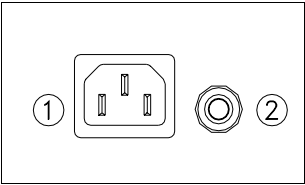
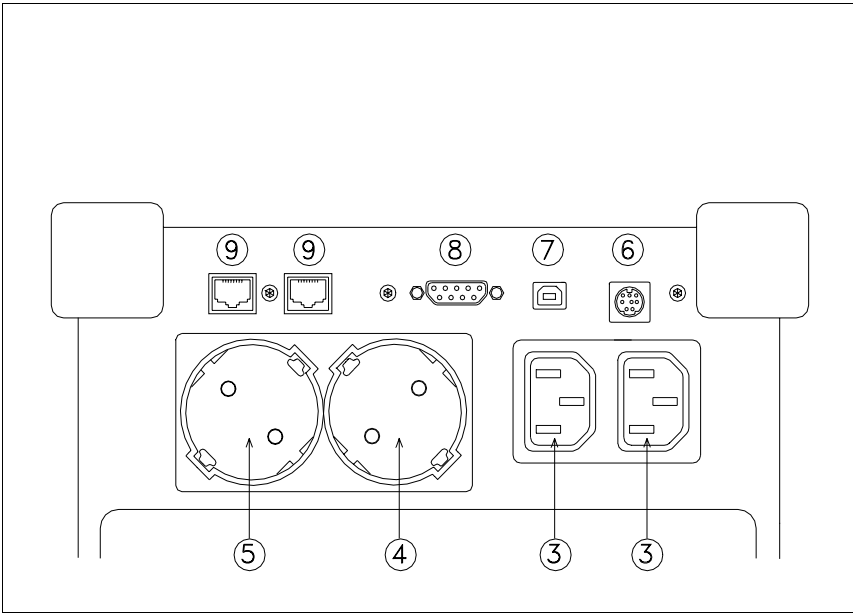

Figura 1
Figura 2
- Collegare il comando remoto all'apposito connettore (vedi figura 2, numero 6).
- Tramite il cavo in dotazione collegare LEONARDO ad una presa di alimentazione elettrica, **che deve avere obbligatoriamente una connessione a terra secondo le norme vigenti**. Verificare il collegamento a terra della presa e accertarsi della presenza della tensione di rete elettrica e che la sua ampiezza rientri nelle specifiche (vedi capitolo "Caratteristiche Tecniche"). Per il collegamento utilizzare la presa d'ingresso presente sul retro di LEONARDO (vedi figura 1, numero 1).
- Sistemare tutti i cavi del Computer (alimentazione, cavi delle periferiche, cavi dati, comando remoto, etc) all'interno della colonna, utilizzando le aperture delle parti plastiche mobili della colonna. Fare fuoriuscire tutti i cavi dall'apertura superiore della colonna. Per l'alimentazione del Computer e delle periferiche utilizzare le prese d'uscita di LEONARDO. Fare riferimento alla figura 2. **ATTENZIONE: le prese d'uscita contrassegnate con i numeri 3 e 4 sono prese d'uscita UPS e quindi continuano a fornire potenza in caso di black-out, invece la presa d'uscita contrassegnata con il numero 5 (che presenta il bordo di colore argento) è una presa d'uscita SOLO FILTRATA, NON è una presa d'uscita UPS: non alimentare i dispositivi critici con questa presa d'uscita.**
- Portare gli interruttori di tutti i dispositivi collegati alle prese d'uscita di LEONARDO in posizione ACCESO (ON).
- ATTENZIONE:** LEONARDO è dotato di tre prese d'uscita UPS (vedi figura 2, sono indicate con i numeri 3 e 4) e di una presa d'uscita filtrata di protezione contro spike e surge (nella figura 2 è indicata con il numero 5). Questa presa protegge i dispositivi collegati contro sovratensioni e disturbi della rete elettrica, ma non è alimentata da in caso di black out. In caso di avaria della rete elettrica, le prese d'uscita UPS continuano a fornire un'adeguata potenza ai dispositivi collegati.
Connessione del comando remoto	Controllare che il comando remoto sia correttamente connesso a LEONARDO (vedi figura 2, numero 6)
Controllare l'interruttore termico (Circuit Breaker) posto sul retro (vedi figura 1, numero 2)	Controllare la presenza della rete elettrica